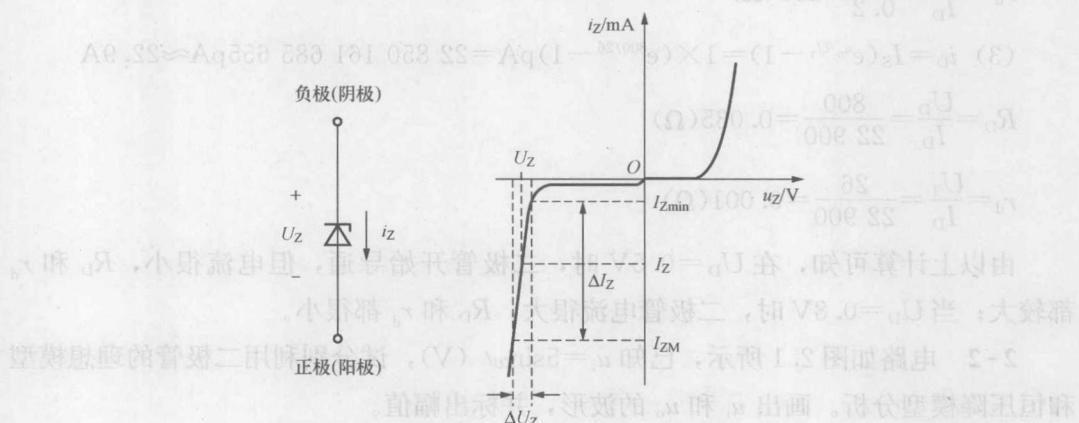

图 2.3.1 稳压管的符号和伏安特性曲线
(1) 稳压管的伏安特性曲线。稳压管的符号和特性曲线如图 2.3.1 所示。使用稳压管时，为了使其工作在反向击穿区，应使稳压管处于反偏状态，即稳压管的负极接外加电压的正极，稳压管的正极接外加电压的负极。